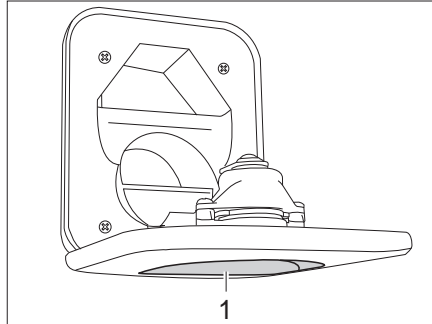

Fig. 144 Bec de remplissage d'eau fraîche pour les toilettes
- Ouvrir le bec de remplissage d'eau fraîche pour les toilettes (Fig. 144,1) au-dessus du portillon de la cassette Thetford et le faire pivoter vers le bas.